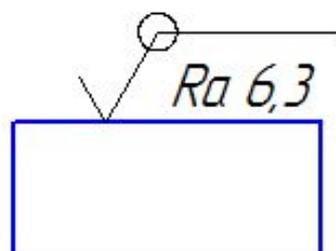

рис. 1
9. Если одинаковую шероховатость имеют поверхности, образующие **контур**, обозначение шероховатости наносят один раз (рис. 1). Диаметр вспомогательного знака  $\bigcirc$  - 4...5 мм. В обозначении одинаковой шероховатости поверхностей, **плавно переходящих** одна в другую, знак  $\bigcirc$  не приводят (рис. 2).